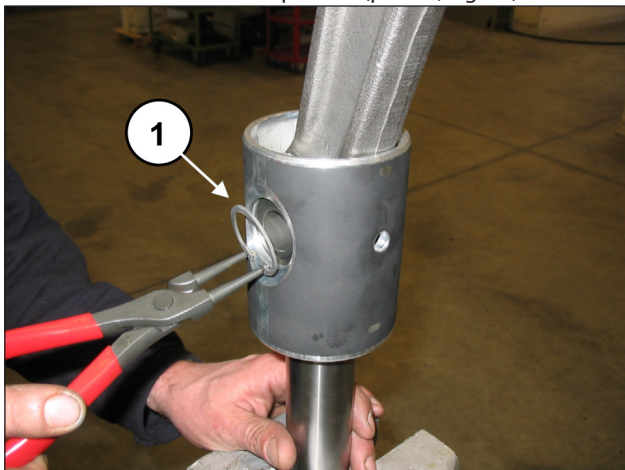
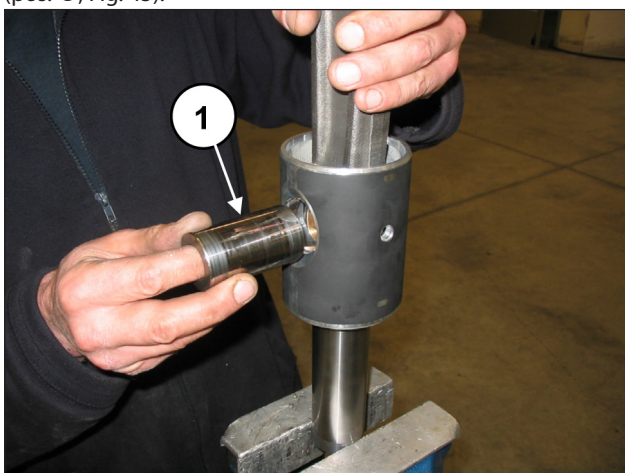
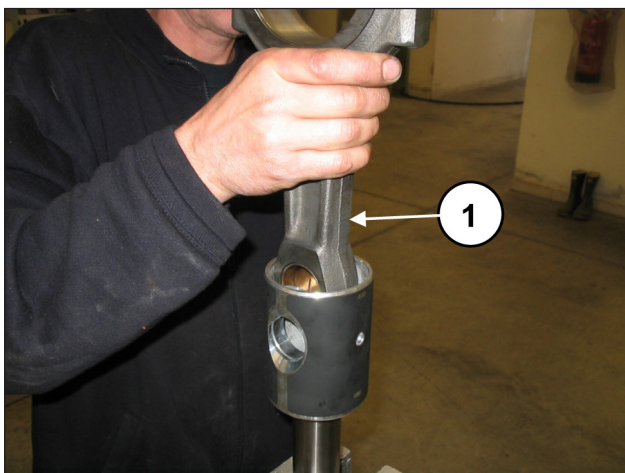

Fig. 43
Fig. 44
Fig. 45
Desmontar las 2 anillas seeger de bloqueo de la clavija utilizando la herramienta específica (pos. ①, Fig. 43).
Extraer la clavija (pos. ①, Fig. 44) y, a continuación, la biela (pos. ①, Fig. 45).
Introducir la biela en la guía del pistón (pos. ①, Fig. 45) y, a continuación, la clavija (pos. ①, Fig. 44). Aplicar las dos anillas seeger de tope con la herramienta específica (pos. ①, Fig. 43).